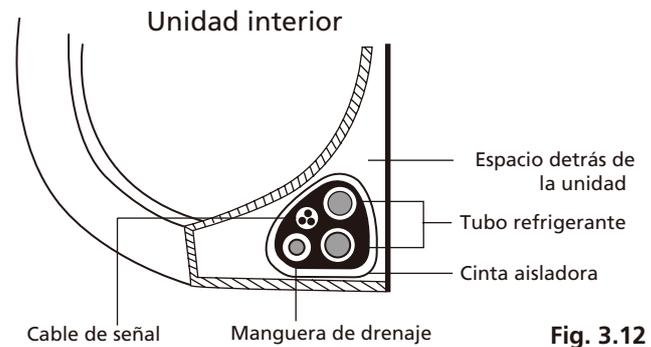

Fig. 3.12
1. Envuelva la manguera de drenaje, las tuberías refrigerantes, y el cable de señal de acuerdo con la **Fig. 3.12**.
3. Utilice cinta aisladora para envolver bien el cable de señal, las tuberías refrigerantes, y la manguera de drenaje. Compruebe que todos los elementos estén juntos de acuerdo con la **Fig. 3.12**.